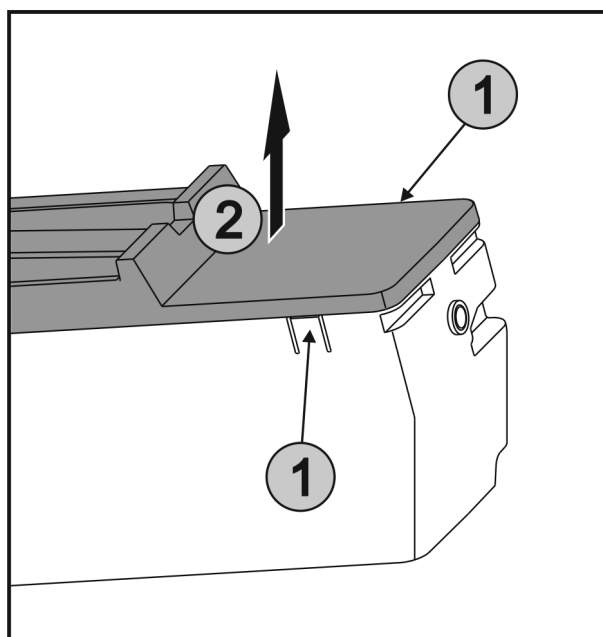

Fig. 71
- ▶ Stlačte západky Fig. 71 (1) na obou stranách EasyTwist-Ice současně a sejměte kryt Fig. 71 (2) směrem nahoru.